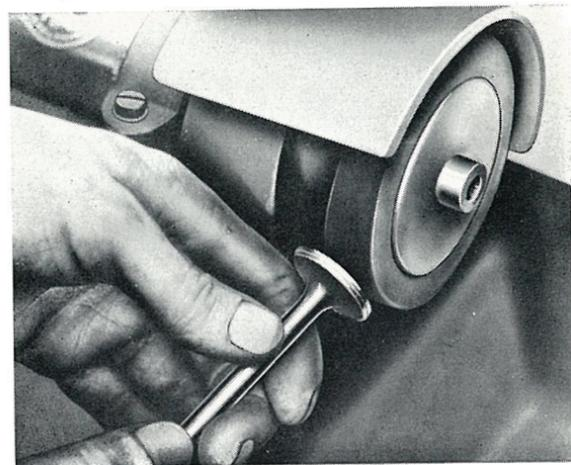

FIG. 11
1. Gratter la calamine sur les têtes de soupapes et polir ensuite tête et queue de soupape à l'aide d'une brosse métallique rotative semblable à la polisseuse illustrée sur la figure 11.